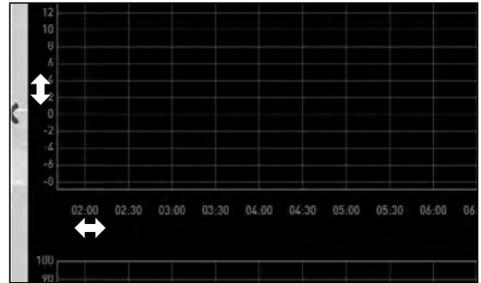

Abb. 13
- ▶ Um nur die Zeitachse (x-Achse) oder die Werteachse (y-Achse) zu skalieren, den Mauszeiger auf die Beschriftung der jeweiligen Achse bewegen. Der Mauszeiger wird zu einem Doppelpfeil, durch Scrollen mit dem Mausrad können Sie die jeweilige Achse skalieren (Abb. 13)